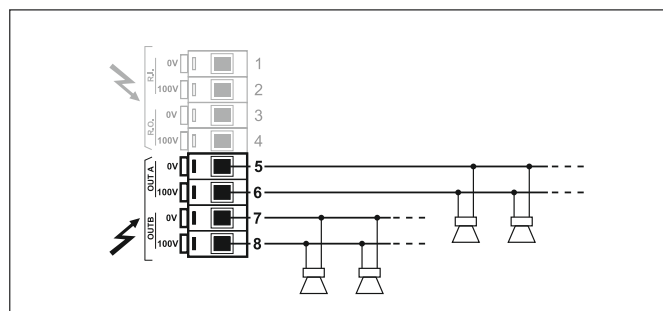

Abb. 3.4.1
Für den Anschluss der Lautsprecherleitungen steht das Klemmenbrett (10) zur Verfügung – siehe Abbildung 3.4.1.